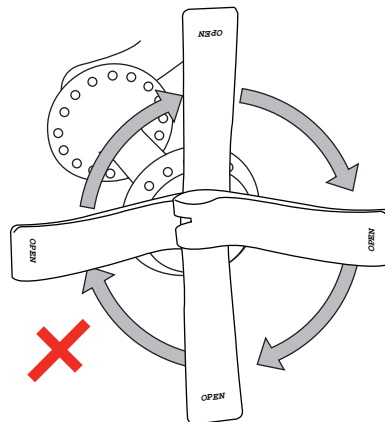

Figura 41. Non girare la leva circolarmente
- Non girare la leva circolarmente per aumentare la tensione dello sgancio rapido (Figura 41); questo non manterrà la ruota ferma al suo posto.